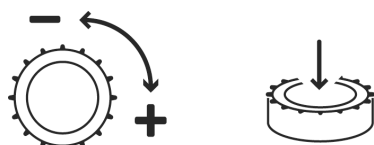

Fig. 5: Bouton rotatif
- L'affichage LCD indique l'état de la pompe, des soupapes et du contrôleur. À l'aide du bouton rotatif, il est possible de sélectionner les menus et définir les paramètres. Pour modifier les valeurs et naviguer dans les menus, le bouton rotatif (Fig. 5) doit être tourné et enfoncé pour sélectionner et acquitter.